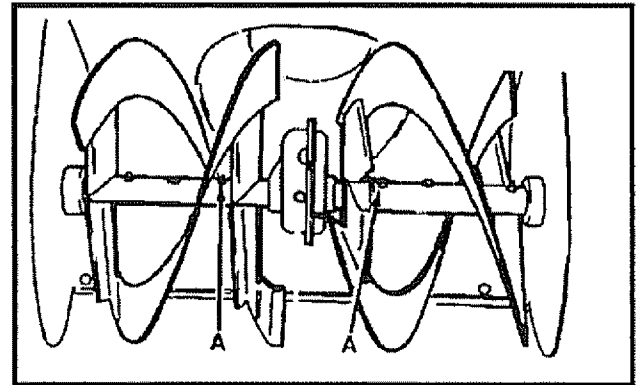

FIG. 16
- Eje del barreno - Cuando vaya a guardar la unidad, lubrique el eje del barreno (vea la Fig. 16) con una grasa de fijación del tipo Lubriplate. Cuando cambie los pernos de seguro por esfuerzo cortante, remuévalos y lubrique el eje del barreno (Consulte la sección "Como cambiar los pernos de seguro por esfuerzo cortante del barreno" en la página 25).